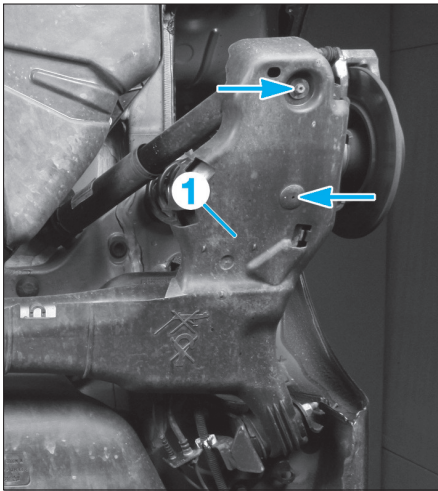

FIG. 18
- Déposer le carénage de protection (1) (Fig.18).
- le carénage de protection sous le train arrière (Fig.18).